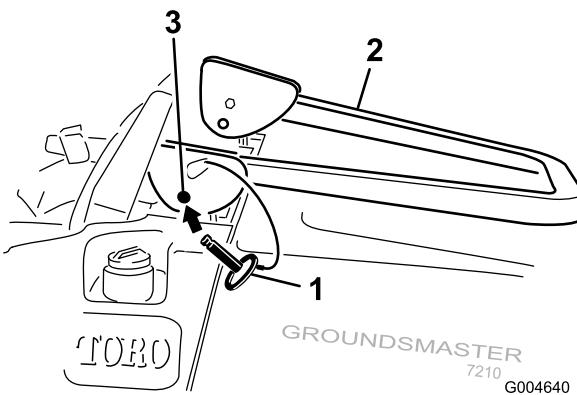

Figura 13
2. Baje la barra anti-vuelco (Figura 13).